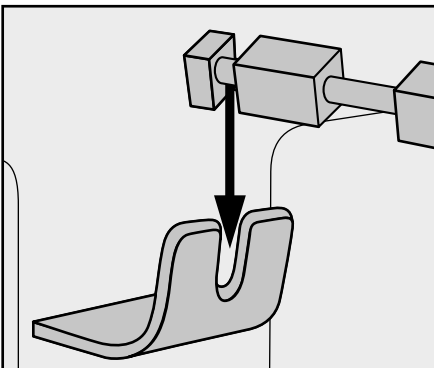

Fig. 2 : Poser le tournebroche **16** dans le logement du tournebroche **9**
- Posez ensuite l'autre extrémité du tournebroche **16** avec la rainure profonde dans le logement du tournebroche **9** (fig. 2) :